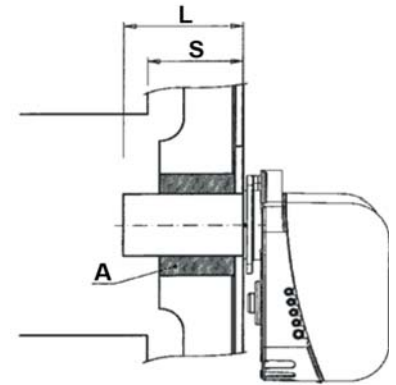

fig. 11
5.7 Montaje del quemador (Fig. 11)